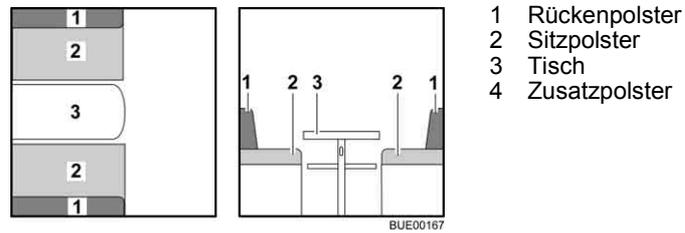

Bild 89 Vor dem Umbau
- Tisch (Bild 89,3) zum Bettunterbau umbauen (siehe Abschnitt 6.11).
- Die Rückenpolster (Bild 89,1) abnehmen und beiseite legen.